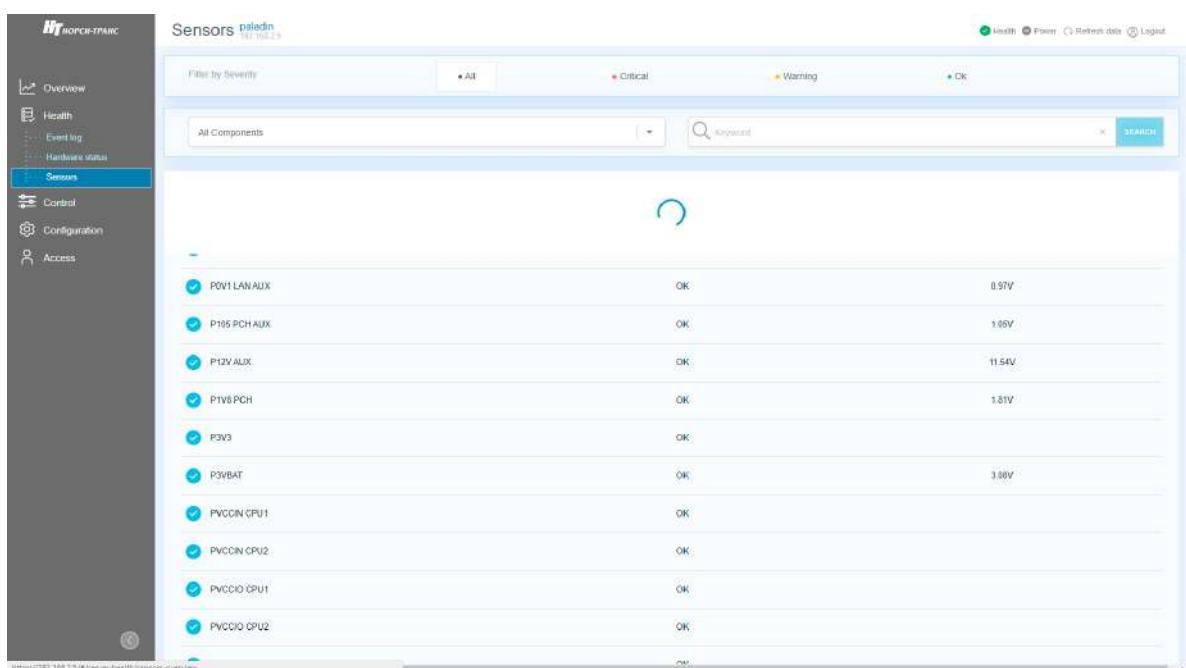

Рис. 71. Окно «Sensors»
- 4) Пройдите во вкладку «Health» → «Sensors» в данной вкладке отображается информация по датчикам установленным в сервере. В поле «Filter by Severity» произведите фильтрацию по степени серьезности события. В раскрывающемся списке выберете компонент сервера где хотите просмотреть состояния датчиков. В поле поиска произведите фильтрацию по ключевым словам датчиков. Окно показано на рис. 71 Окно «Sensors»